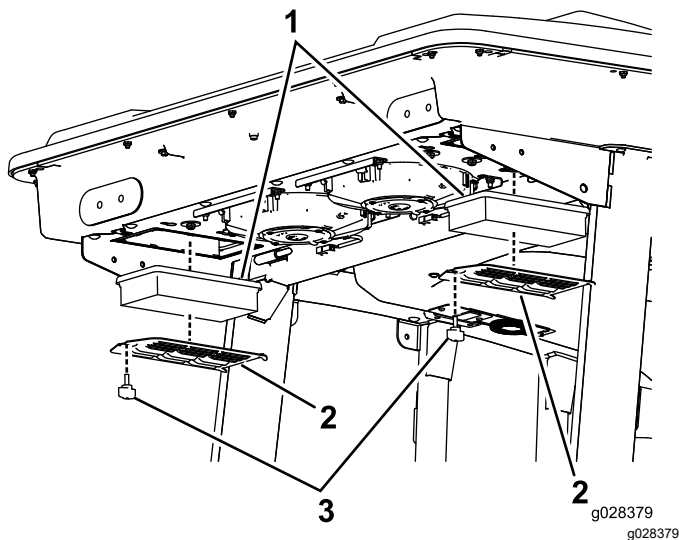

**Figura 102**
1. Retire los tornillos y las rejillas que cubren el filtro interior y el trasero de la cabina (**Figura 102** y **Figura 103**).